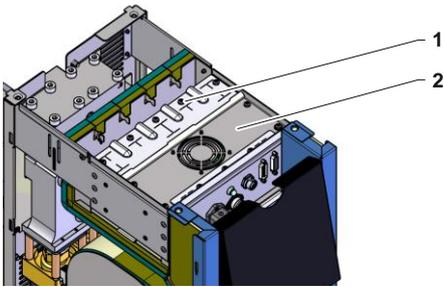

Abb. 1: Zugang Komponenten Elektroteil
4. 12 Schrauben (Kennzeichnung 1 → Abb. 1) von Elektroteil entfernen und anschliessend Deckel (Kennzeichnung 2 → Abb. 1) anheben.
5. Lüfter Kabel aus VFC-51 (A11) ausstecken und Deckel (Kennzeichnung 2 → Abb. 1) entfernen.